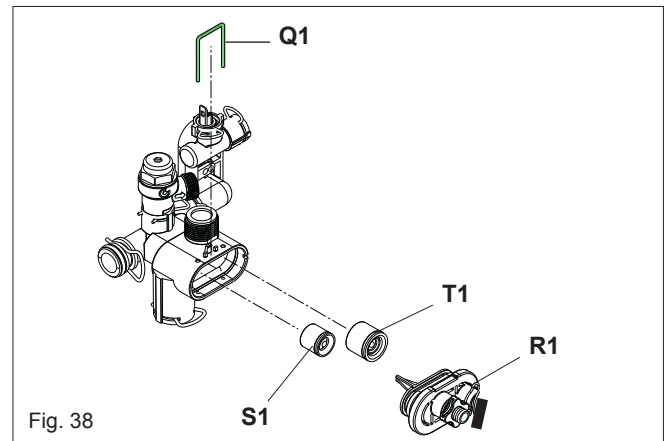

Fig. 38
6.17 AUTOMATIC BY-PASS & DHW NON-RETURN VALVE (fig. 38)